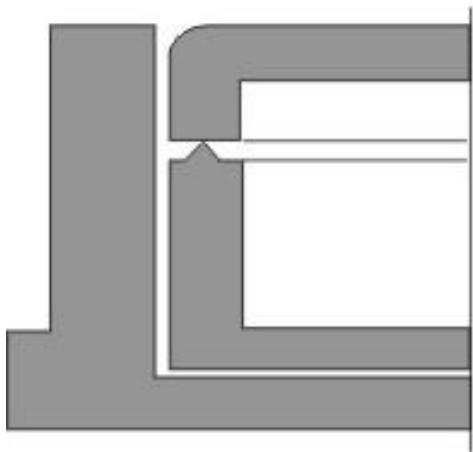

图 15
**底模定位：**如图 15 所示，采用这种设计，塑料件的设计变得简单，但对底模要求高。通常会引致塑料件的平行移位，同时底模固定太紧会影响生产效率。